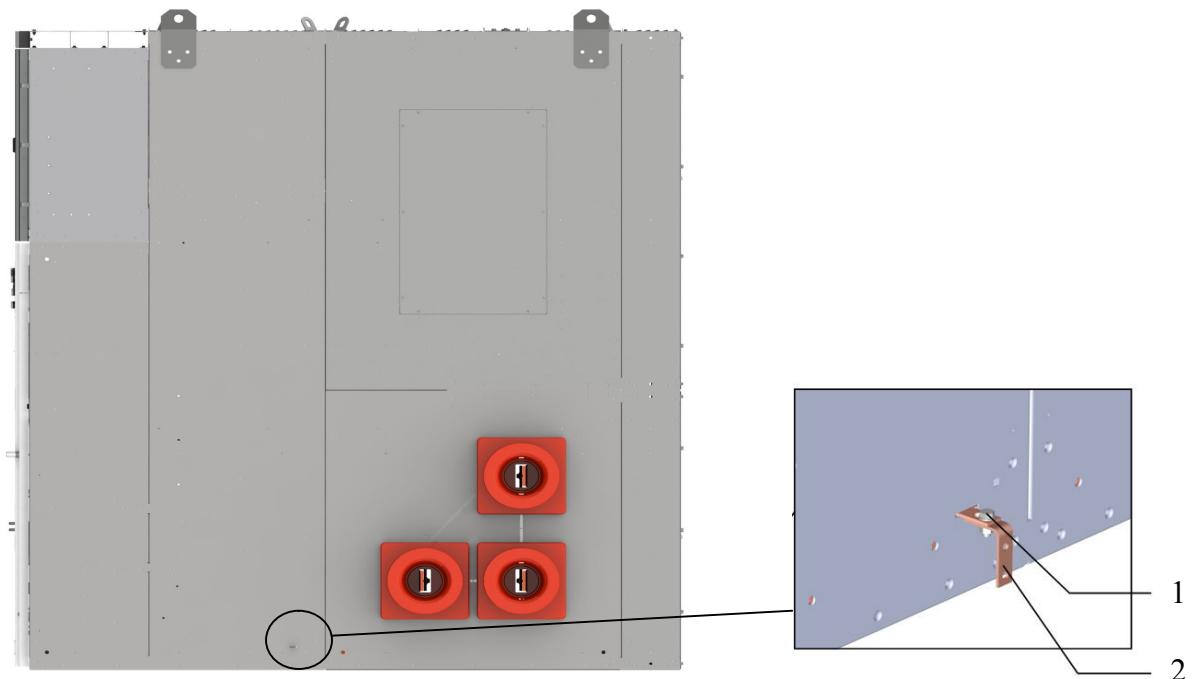

Рис. 20 Сборка системы заземления секции КРУ
- основания должны быть присоединены в двух и более местах с помощью сварки к общему контуру заземления стальной полосой сечением не менее 120 мм². Способы крепления указаны на рис. 20 и 21;
2.5.2.5 В нижней боковой части корпусов шкафов КРУ предусмотрены отверстия для системы заземления секции согласно рис. 20. С фасада в нижней части каждого шкафа КРУ предусмотрена шина заземления. Выводы шин системы заземления необходимо присоединить к общему контуру заземления.